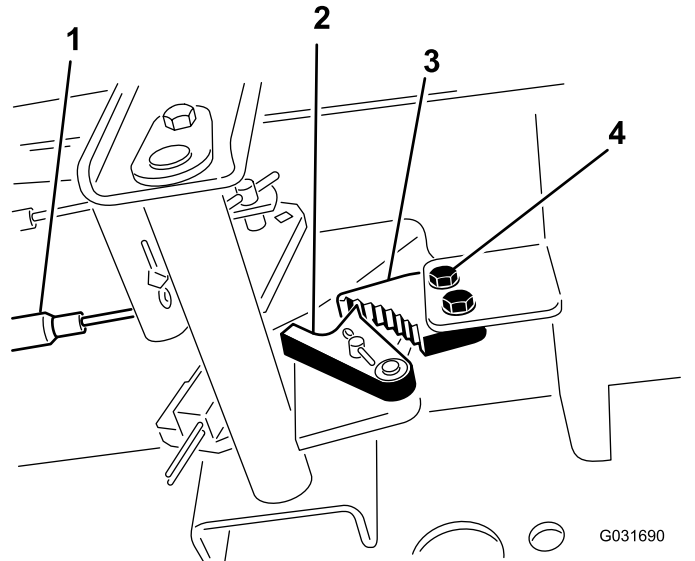

図 55
1. 駐車ブレーキのツメをフレームに固定しているねじ2本をゆるめる図 55。
2. ブレーキのツメが戻り止めに完全に掛かるまで駐車ブレーキペダルを前に踏み込む(図 55)。